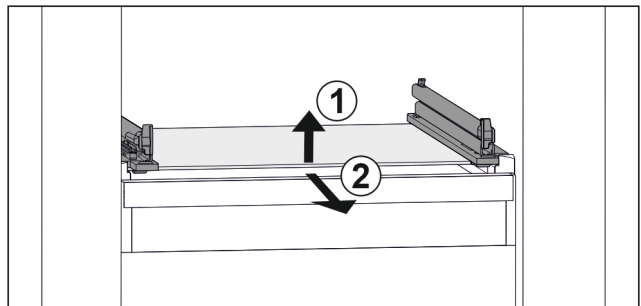

Fig. 43 Примерное отображение стекляннoй пластины
- ▶ Приподнимите стекляннoй пластину спереди. Fig. 43 (1)
- ▶ Извлеките стекляннoй пластину движением вперед. Fig. 43 (2)